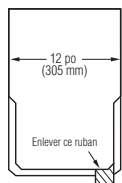

Figure 18-15 : Shangle Ridge
5. Avant de clouer les pièces, ne pas oublier de retirer le ruban qui protège l'adhésif entre les deux couches du bardeau (figure 18-15).